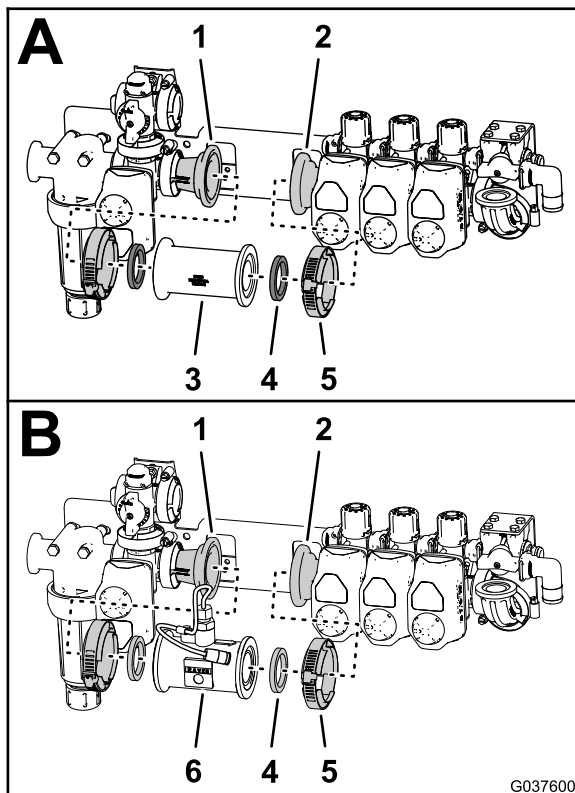

図 47
1. 攪拌バルブと左ブームバルブのところでガスケット2枚とストレートカップリングをアダプタカップラに固定しているフランジクランプ2個を外す 図 47。
3. ガasketとフローメータを、攪拌バルブと左ブームバルブのところのアダプタカップラフランジ合わせる 図 47。
4. フローメータをアダプタカップリングに取り付けるステップ 1 で外したフランジクランプ 2 個を使う 図 47。